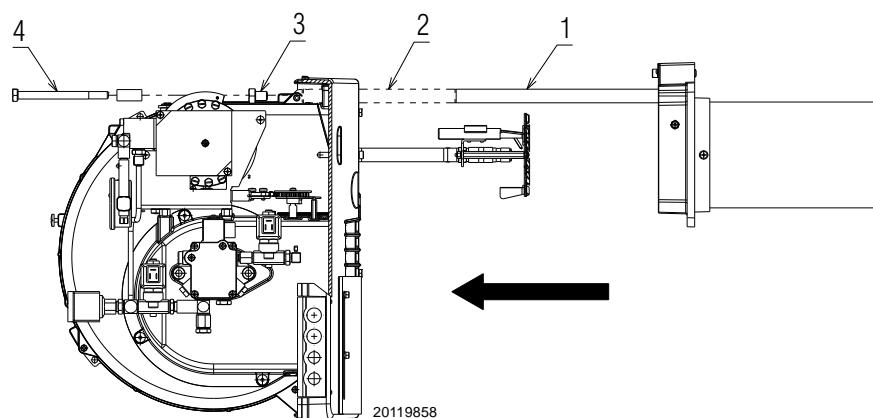

Fig. 4
- desenroscar los dos tornillos 3)(Fig. 4) que se encuentran al final de las dos guías 1);